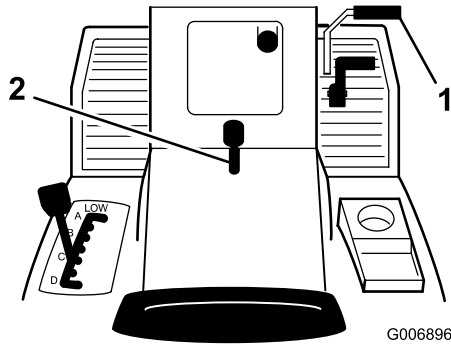

Figure 5
1. Appuyez sur la pédale de frein (Figure 5) et maintenez-la enfoncée.
2. Relevez le levier de frein de stationnement (Figure 5) et relâchez progressivement la pédale de frein.
1. Enfoncez la pédale de frein (Figure 5).